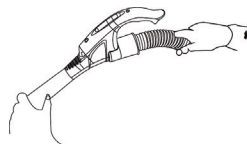

Рис. 2
- Присоедините телескопическую удлинительную трубку (4) к ручке гибкого шланга (5) (рис. 2).
- Выдвиньте нижнюю часть телескопической трубки (4) на необходимую длину, предварительно нажав на фиксатор (3).
- Выберите необходимую насадку – турбо-щетку (1), насадку для чистки мебельной обивки (31), щелевую насадку 2 в 1 (2) и подсоедините её к телескопической удлинительной трубке (4).
- Щелевую насадку 2 в 1 (2) и насадку для чистки мебельной обивки (31) можно присоединять к ручке гибкого шланга (5).